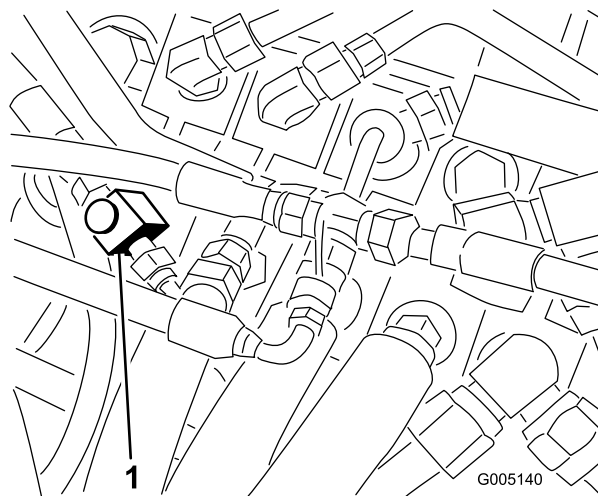

Figura 46
1. Sollevate il sedile e individuate la valvola di regolazione del flusso fissata sulla valvola di comando principale (Figura 46).